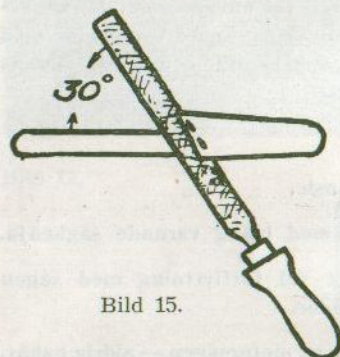

Bild 15.
b) Uppifrån sett skall filen bilda ca 30° vinkel mot sågkedjans längdriktning (se bild 15).